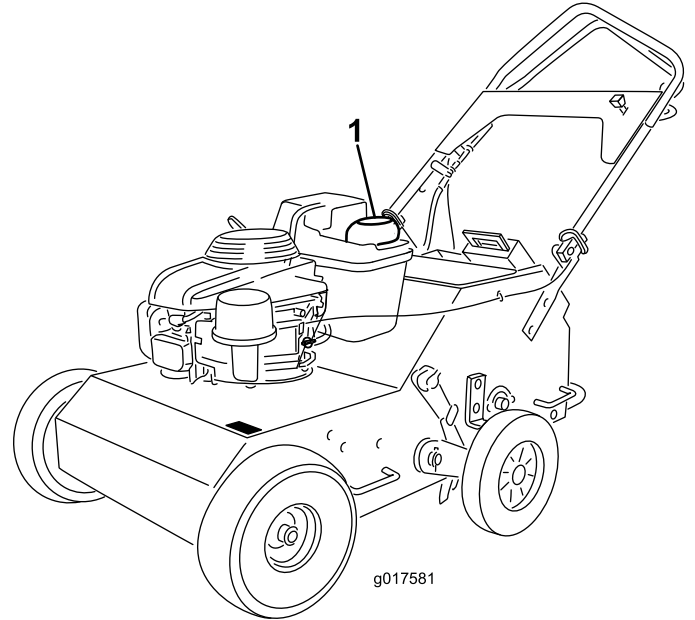

Bild 8
1. Reinigen Sie den Bereich um den Tankdeckel (Bild 8).